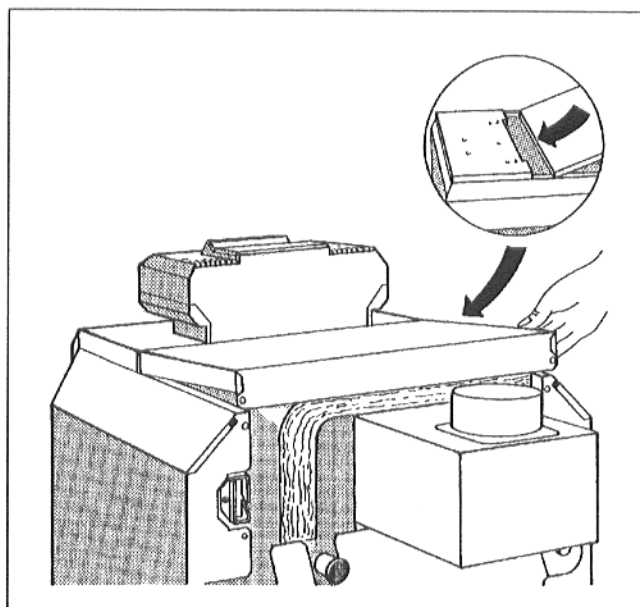

Fig. 22: Se montează capota din spate a cazanului
- Se împinge capota din spate a cazanului cu eclise sub capota din față și în spate se apasă în jos (Fig. 22).